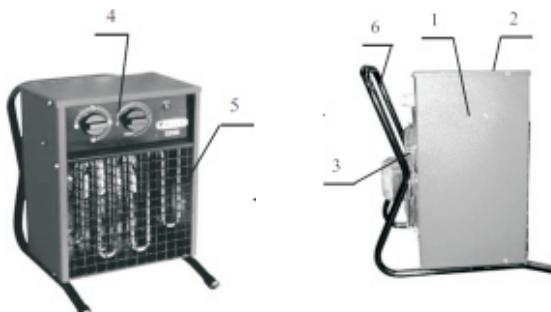

Рис. 1 Тепловентилятор
5.1 Схема тепловентилятора представлена на рис. 1.
5.5 Электрическая схема тепловентилятора представлена на рис. 1 Приложения.
Перегрев электротепловентилятора	Причиной отключения может являться срабатывание термоограничителя (поз. 6, рис. 1 Приложения). При достижении температуры 110 °C. При достижении температуры 80 °C термоограничитель автоматически включается в работу